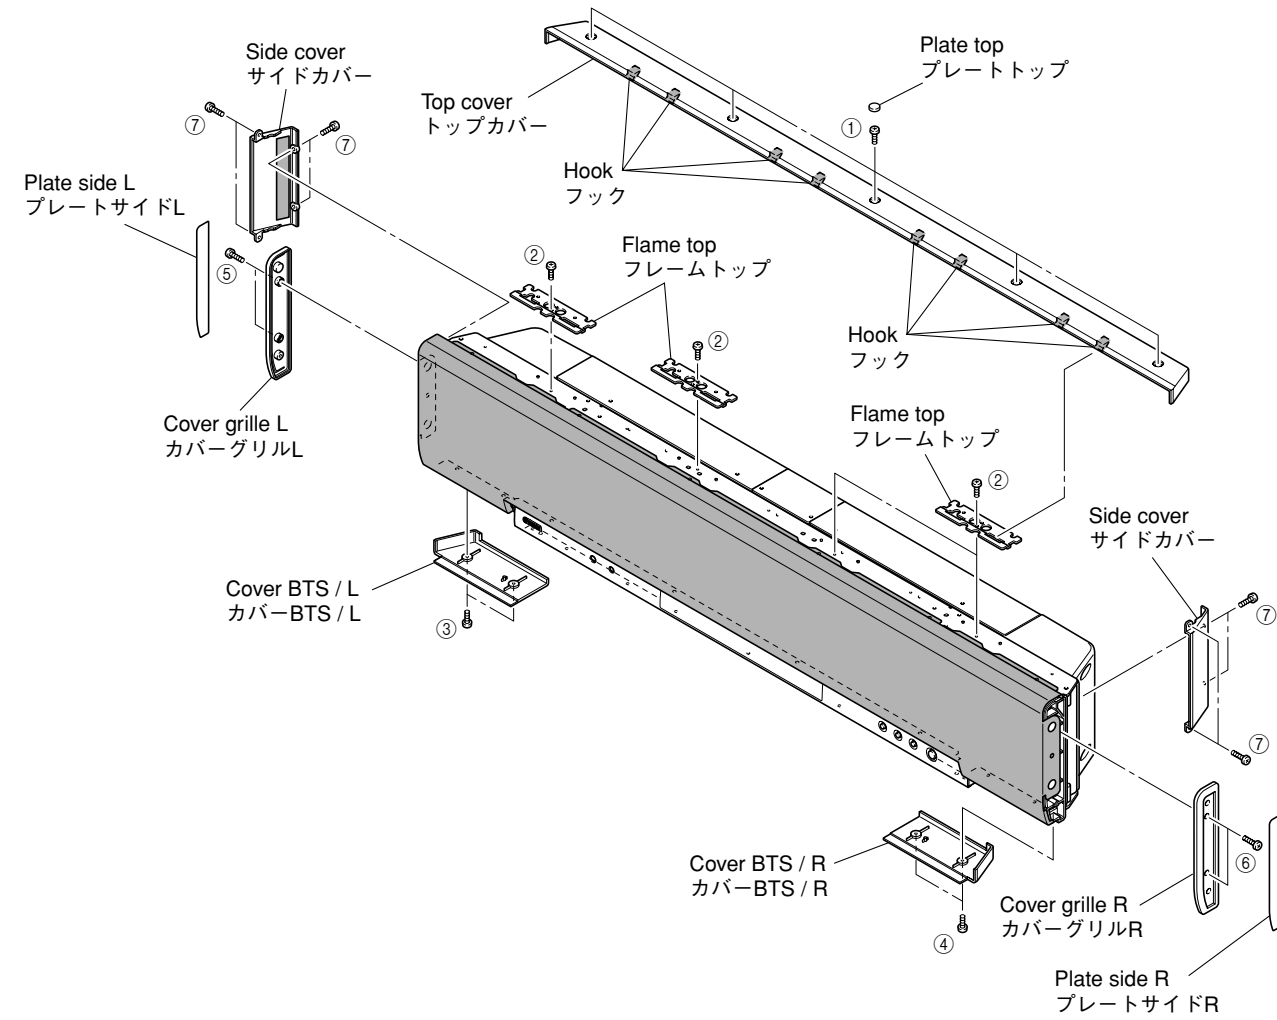

Fig. 1
- c. Remove 4 screws (②) and remove 4 top frames.
- d. Remove 2 screws (③) and then remove the cover BTS/L. (Fig. 1)
- e. Remove 2 screws (④) and then remove the cover BTS/R. (Fig. 1)
- f. Remove the plate side L. (Fig. 1)
- g. Remove the plate side R. (Fig. 1)
- h. Remove 2 screws (⑤) and then remove the cover grille L. (Fig. 1)
- i. Remove 2 screws (⑥) and then remove the cover grille R. (Fig. 1)
- j. Remove 8 screws (⑦) and remove 2 side covers. (Fig. 1)
- a. プレートトップを外し、①のネジ5本を外します。(Fig. 1)
- b. トップカバーの後ろを少し持ち上げ、フック8ヶ所を外し、後方へ取り外します。(Fig. 1)
- * トップカバーを取り付ける場合は、必ず前方のフック8ヶ所から取り付け、次に①のネジ5本を取り付けてください。(Fig. 1)
- c. ②のネジ4本を外し、フレームトップ4個を取り外しします。
- d. ③のネジ2本を外し、カバー-BTS/Lを取り外します。(Fig. 1)
- e. ④のネジ2本を外し、カバー-BTS/Rを取り外します。(Fig. 1)
- f. プレートサイドRを取り外します。(Fig. 1)
- g. プレートサイドRを取り外します。(Fig. 1)
- h. ⑤のネジ2本を外し、カバーグリルLを取り外します。(Fig. 1)
- i. ⑥のネジ2本を外し、カバーグリルRを取り外します。(Fig. 1)
- j. ⑦のネジ8本を外し、サイドカバー2個を取り外しします。(Fig. 1)